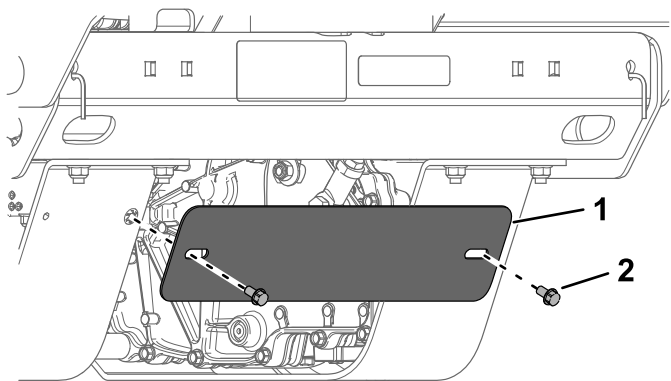

Figura 63
4. Togliete i 2 bulloni e la piastra di protezione (Figura 63).
9. Montate la piastra di protezione (Figura 63).